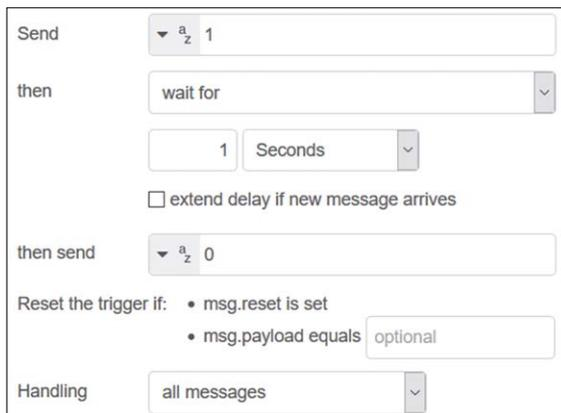

Figure 5.14 Création d'un nœud de déclenchement
- Créer un **déclencher** nœud pour envoyer 1, attendre 1 seconde puis envoyer 0, avec la configuration comme illustré dans la Figure 5.14. Cliquez sur **Terminé**.
- Créer un **déclencher** nœud pour envoyer 1, attendre 1 seconde et ensuite envoyer 0, avec la configuration comme illustré dans la Figure 5.14, nommez-le 1->0, puis cliquez sur **Terminé**.